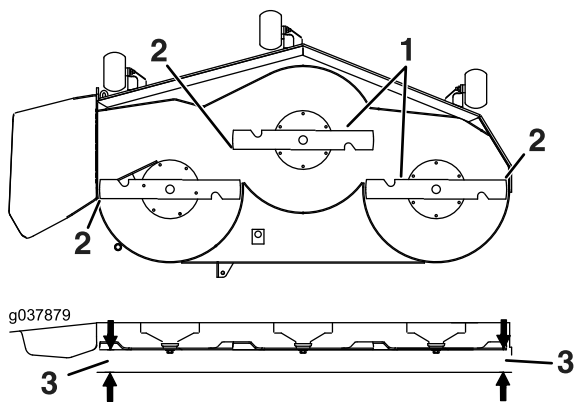

Figura 106
6. Mida entre la punta de la cuchilla y la superficie plana (Figura 106). Si ambas mediciones no están dentro de los 5 mm (3/16"), ajuste la nivelación; siga con este procedimiento.
14. Gire cuidadosamente las cuchillas colocándolas perpendicularmente al sentido de avance de la máquina (Figura 106).